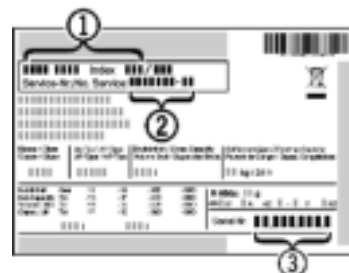

Fig. 7
- ▶ Apparaataanduiding *Fig. 7 (1)*, service-nr. *Fig. 7 (2)* en serie-nr. *Fig. 7 (3)* van het typeplaatje aflezen. Het typeplaatje bevindt zich aan de linkerkant binnen in het apparaat.
- ▶ Contact opnemen met de Technische Dienst en het probleem, apparaataanduiding *Fig. 7 (1)*, service-nr. *Fig. 7 (2)* en serie-nr. *Fig. 7 (3)* mededelen.